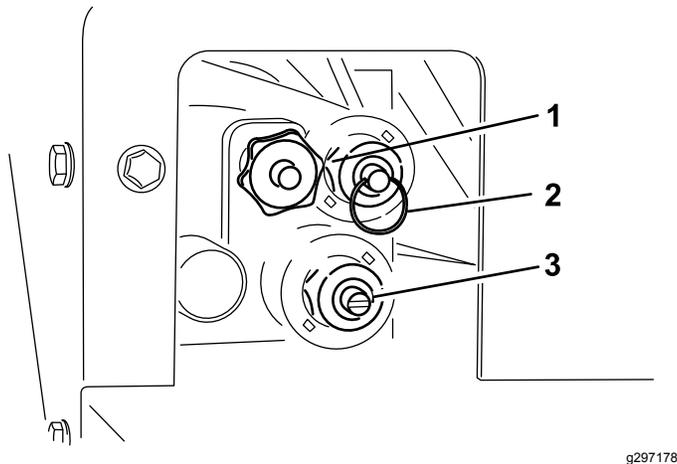

图 25
超控访问位于驾驶员侧的液压系统 图 25。
- 要调整输送带速度 图 25 请顺时针转动调节钮。在颜色代码操作系统中所使用的是最大输送带速度所以可以在没有液压流量的时候进行调整。料斗装满沙子时这一操作非常关键。
- 要提升料斗 (图 25) 请推入气门芯上的环。
- 要降低料斗 (图 25) 请拉出气门芯上的环。
- 要调整甩盘速度 图 25 请使用一字螺丝刀顺时针转动增加速度逆时针转动降低速度。